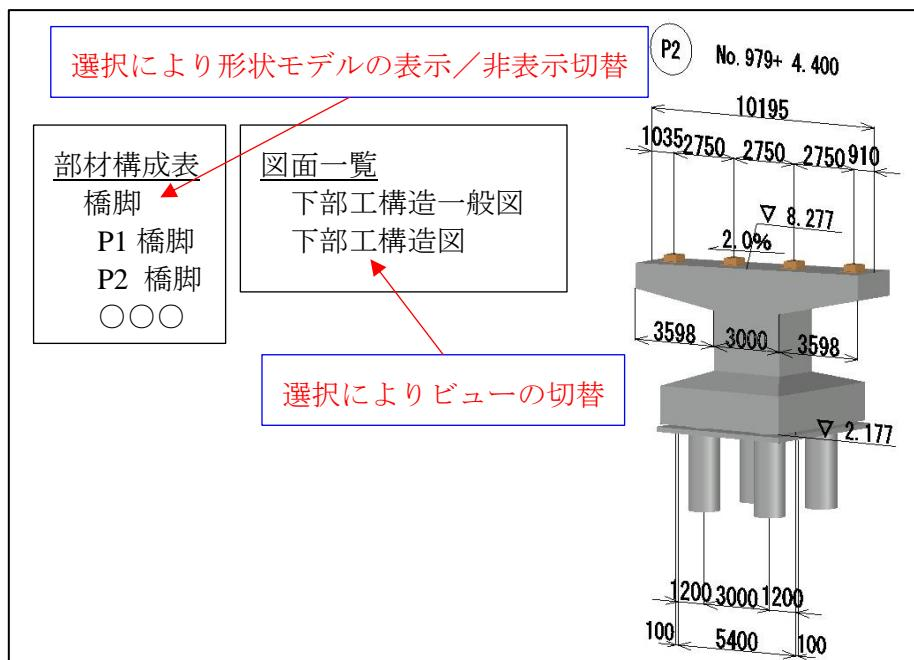

図 5-2 要素構成表及び図面一覧表の表示例
1. 形状モデルの表示・非表示の切り替えができるように、橋台、橋脚、基礎等の要素構成表を選択できることが望ましい（図 5-2 参照）。
3. モデル管理情報に設定された図面一覧を選択でき、平面図、断面図等の画面に切り替えができることが望ましい（図 5-2 参照）。